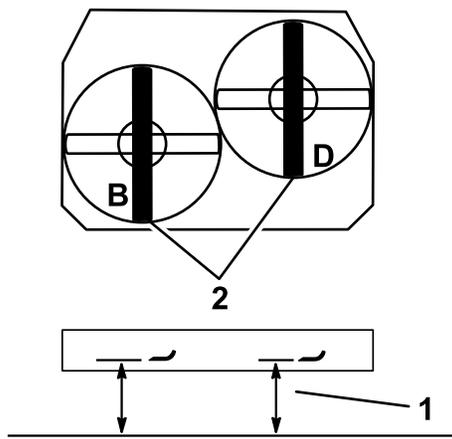

Figura 81
2. Misurate la lama sinistra al punto B da una superficie piana fino al tagliente della punta della lama e annotate la misura rilevata (Figura 81).
3. Misurate la lama destra al punto D da una superficie piana fino al tagliente della punta della lama e annotate la misura rilevata (Figura 81).
**Nota:** La differenza tra la misurazione eseguita al punto B non deve superare la misurazione al punto D di oltre 3 mm (Figura 81). In caso contrario eseguite la seguente operazione.